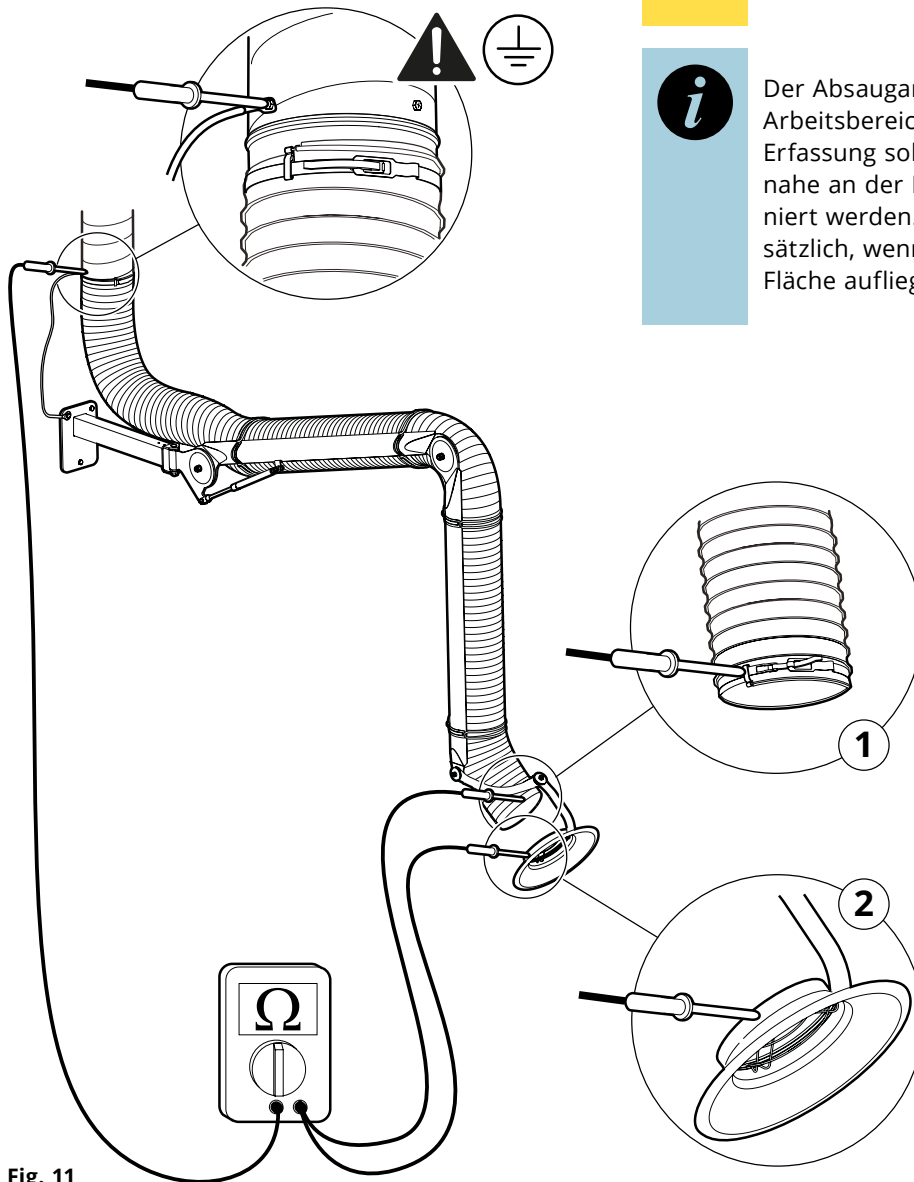

Fig. 11
3. Den Widerstand des Absaugarmes mit einem kalibrierten Ohmmeter messen, siehe 1, **Fig. 11**. Der Widerstand zwischen den Messpunkten muss kleiner als 1 MΩ sein.
4. Den Widerstand der Erdung mit einem kalibrierten Ohmmeter messen, siehe 2, **Fig. 11**. Der Widerstand zwischen den Messpunkten (Erdungsebene/Produkt) muss kleiner als 1 MΩ sein.